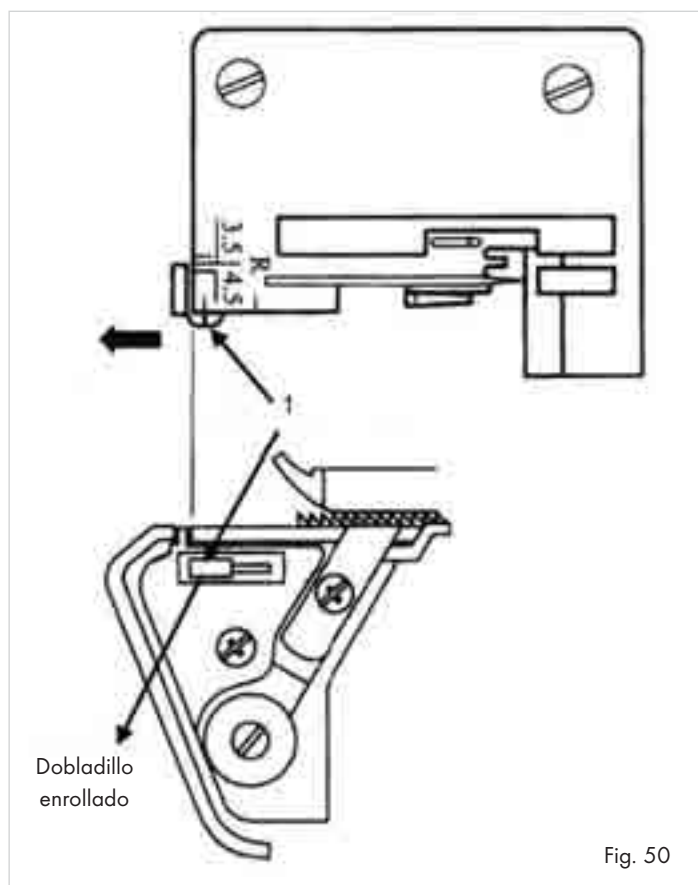

Fig. 50
- Abra la tapa frontal ⑩.
- Deslice el interruptor de ancho de costura ⑳ a la „R“, de esta forma se empuja la guía de ancho de costura (1)(fig. 50) hacia atrás.